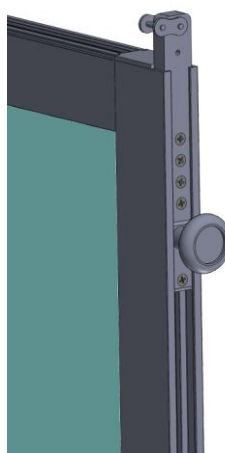
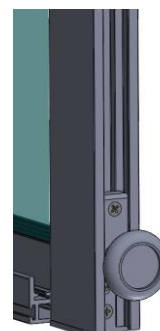

Figura 55
Figura 56
- Por último, se fijan los dos rodamientos introducidos anteriormente en el perfil (figura 55). El rodamiento superior se coloca a tope con la pletina y el inferior a continuación de la tapa (figura 56).